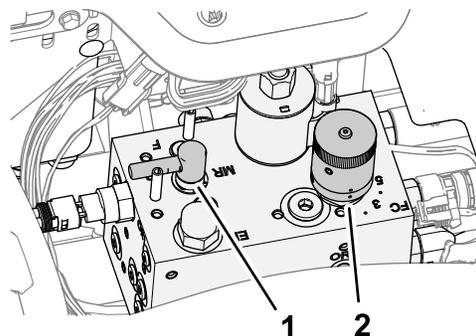

Рисунок 90
4. Установите рычаг заточки обратным вращением в положение R (заточка обратным вращением) (Рисунок 90).